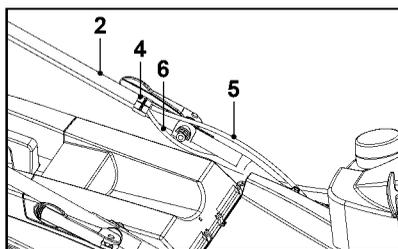

Рис. 3
7. Закрепите трос рычага включения самоходного режима (5) и тормозной трос (6) с помощью зажима (4) на планке верхней ручки (2) (рис. 3).